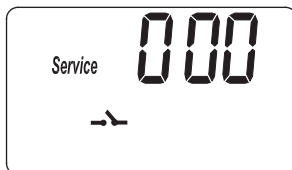
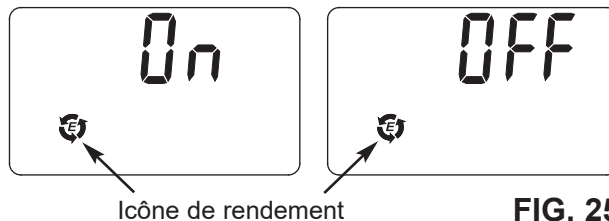

FIG. 24
FIG. 25
1. Appuyez sur le bouton PROGRAM (programmer) et maintenez-le enfoncé jusqu'à ce que l'écran de la figure 24 s'affiche. Une fois l'écran affiché, appuyez une fois sur le bouton PROGRAM (programmer) et l'un des deux écrans de la figure 25 s'affichera.